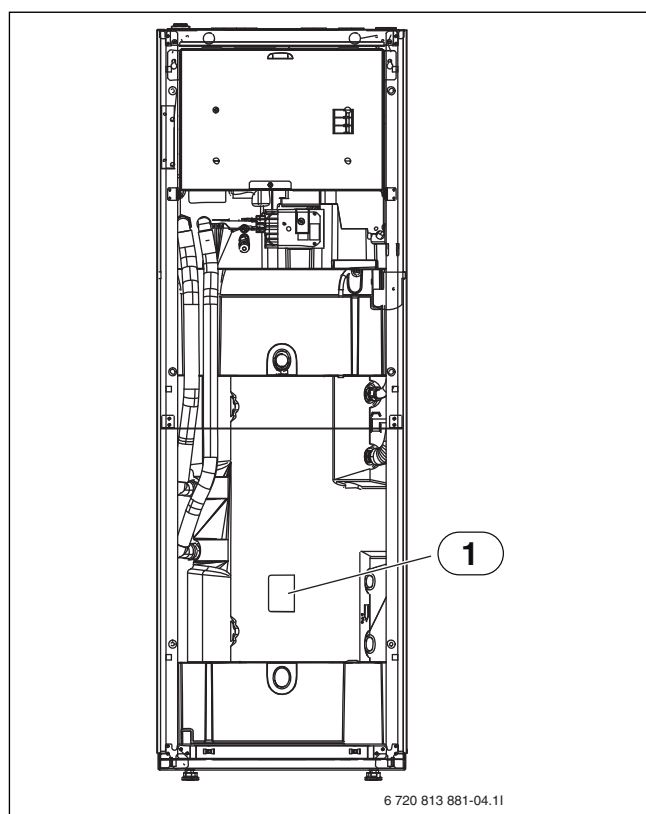

Fig. 12 Sensores TW1 y TS2
- ▶ Instalación de la sonda de temperatura del acumulador TS2 (→ fig. 12).